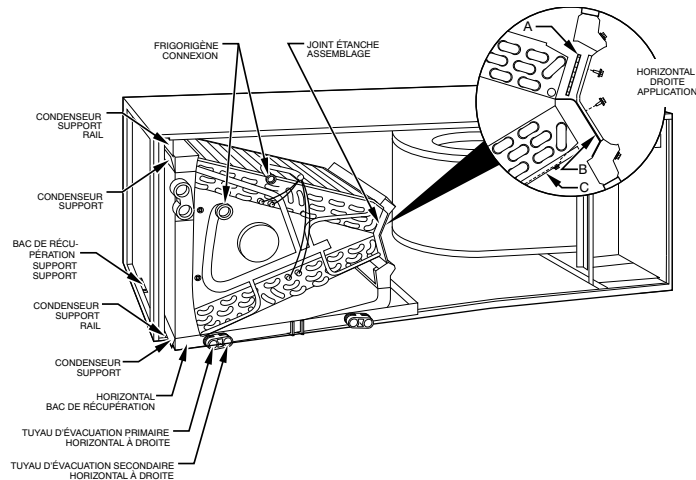

Fig. 5 – Conversion en application horizontale droite avec serpentín en A
1. Retirez les panneaux d'accès de la soufflante et du serpentín (Fig. 5).
- a. Enlevez l'ensemble d'étanchéité à l'air du serpentín en retirant les quatre vis (Fig. 5).